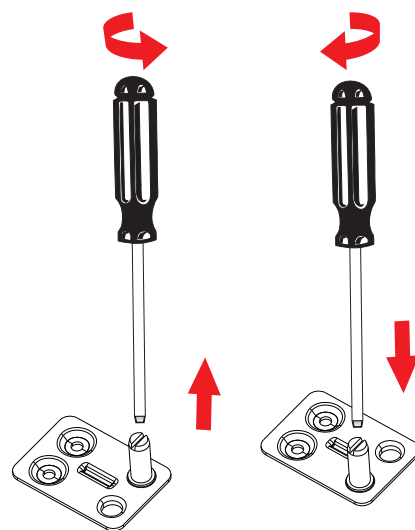

Fig. 12
- ▶ Retirez le tenon de la charnière supérieure (fig. 12) à l'aide d'un tournevis plat et vissez le tenon dans le trou du côté opposé.